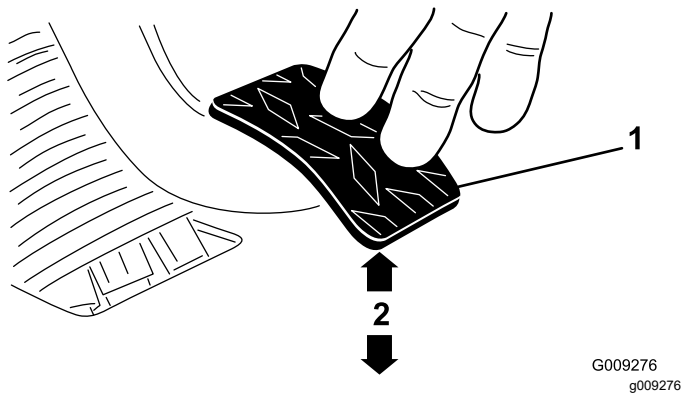

Figura 64
3. Ajuste las contratuercas o la articulación esférica hasta que el borde trasero del pedal del embrague esté a 9.2 mm – 9.8 cm (3⁵/₈" – 3⁷/₈") del borde superior del dibujo a rombos de la chapa de suelo al aplicar una fuerza de 1.8 kg (4 libras) al pedal (Figura 64).